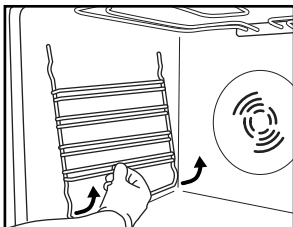

Fig.3
1. Retirez les grilles de support des accessoires latéraux (Fig. 3).